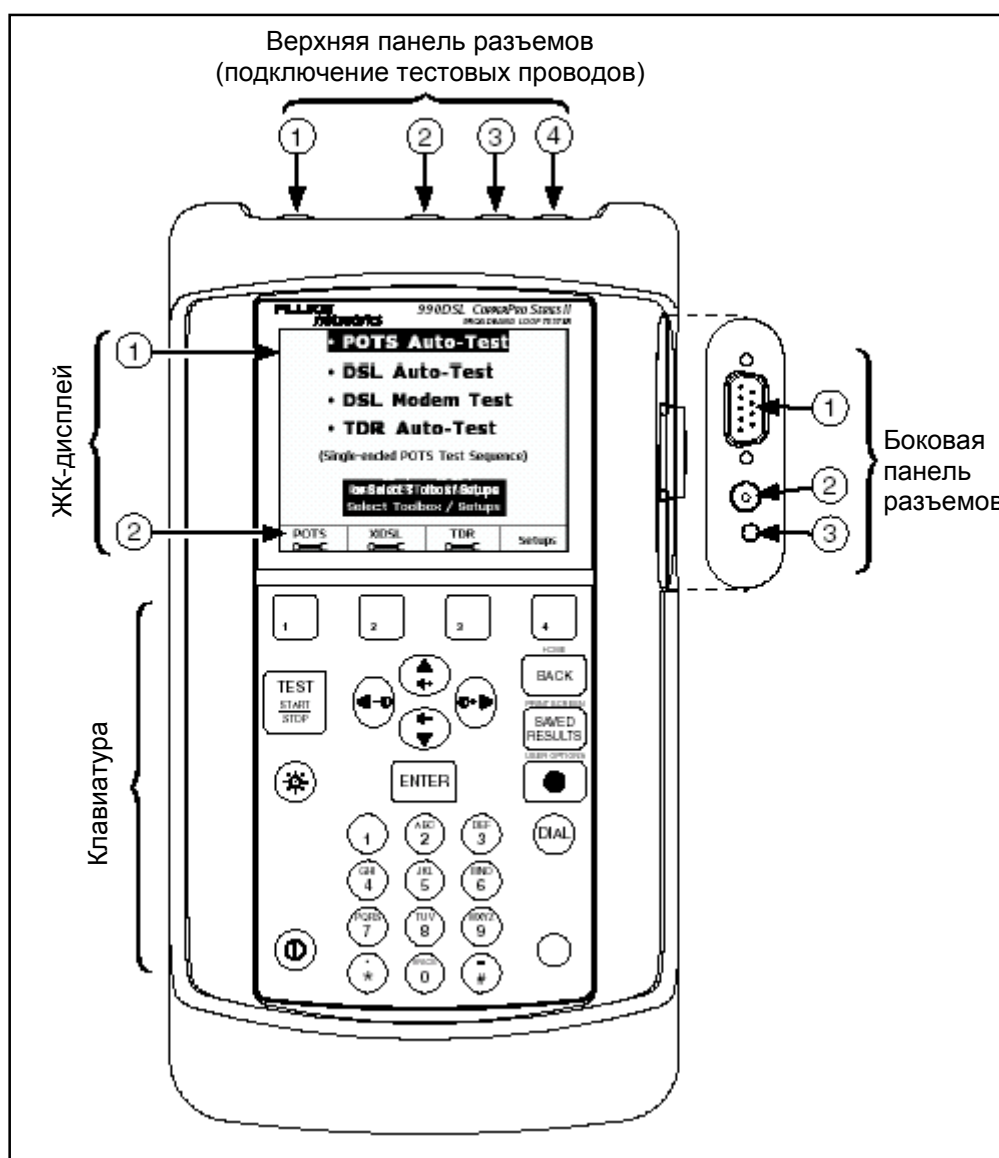

Рисунок 2-1. Вид спереди, разъемы на верхней и боковой панелях прибора
2. Подключите цилиндрический разъем адаптера питания к гнезду питания постоянным током на боковой панели прибора (см. Рисунок 2-1).
2. Подключите цилиндрический разъем автомобильного адаптера питания 12 В к гнезду питания постоянным током на боковой панели прибора (см. Рисунок 2-1).
1. Подключите один конец кабеля RS-232, входящего в комплект поставки прибора, к порту RS-232, расположенному на боковой панели прибора (см. Рисунок 2-1).